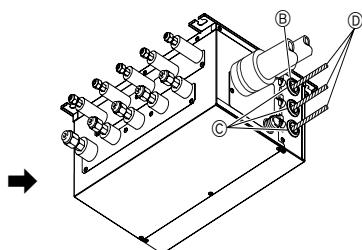

Fig. 9-2
3. 将电线穿入分线盒。（Fig. 9-2）
7. 当将分线盒安装在室外时，确保使用油灰密封电气接线入口以防雨水进入。（Fig. 9-2）
④ 电气盖
⑤ 3衬套
⑥ 密封
⑦ 接线
⑧ BC控制器
⑨ 扎带
⑩ 接线盒：TB2B <至室外机组>  $\varnothing 1.6 - \varnothing 2.0$
⑪ 接线盒：TB3A-TB3E <至室内机组>  $\varnothing 1.6$